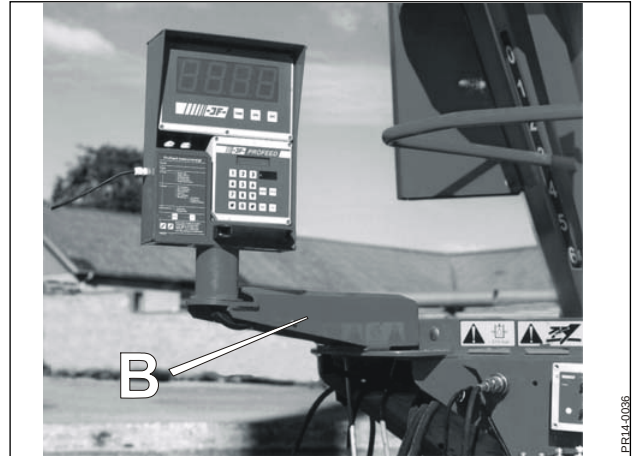

Fig. 4.10
Fig. 4.10 Er maskinen udstyret med lang elevator, kan der efter behov monteres en arm (B), så vejeinstrumentet bliver synligt fra elevatorens betjeningssted. (Kontakt Deres JF-STOLL-Forhandler)